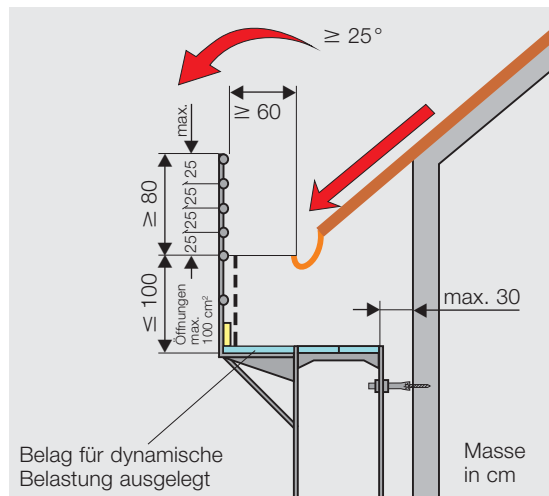

Bild 23: Spenglergang mit Dachdeckerschutzwand.
**Öffnungen** in der Dachdeckerschutzwand sind wie folgt zulässig (Bild 23):